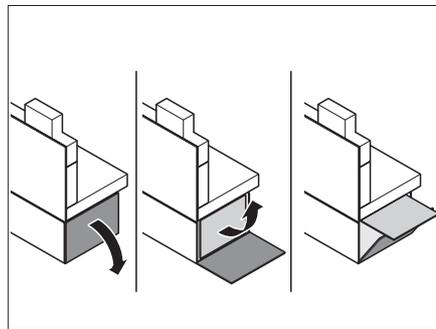

Fig. 128 Aprire la prolunga del divanetto
- Aprire la prolunga del divanetto (Fig. 128).
- Aprire le prolunghe del divanetto (Fig. 128).